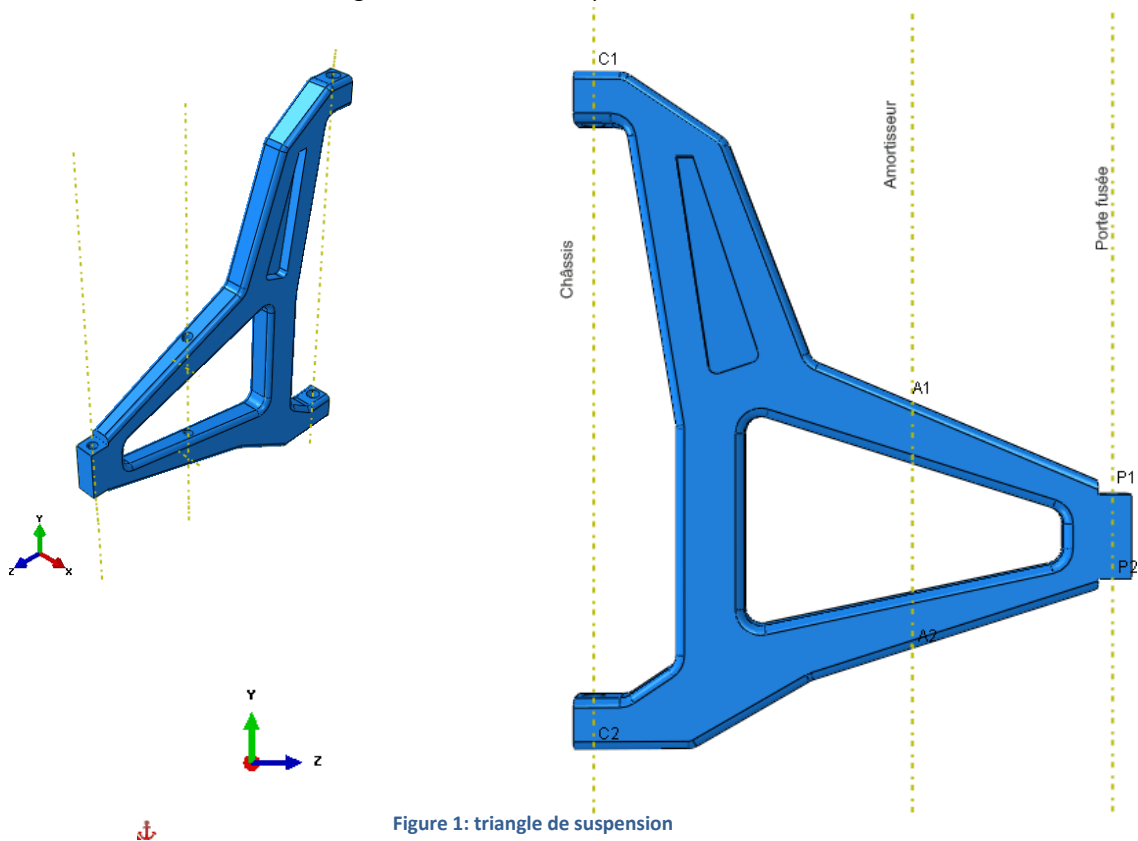

Figure 1: triangle de suspension
La pièce étudiée nous est fournie dans un fichier CAO (Format Step) et est présentée sur la figure 1. La géométrie est donnée en millimètres.
11. Deux types de conditions aux limites sont imposés à la structure. Expliquer (éventuellement à l'aide d'un dessin sur la figure 1) les différents types de conditions aux limites appliqués à la structure considérée.